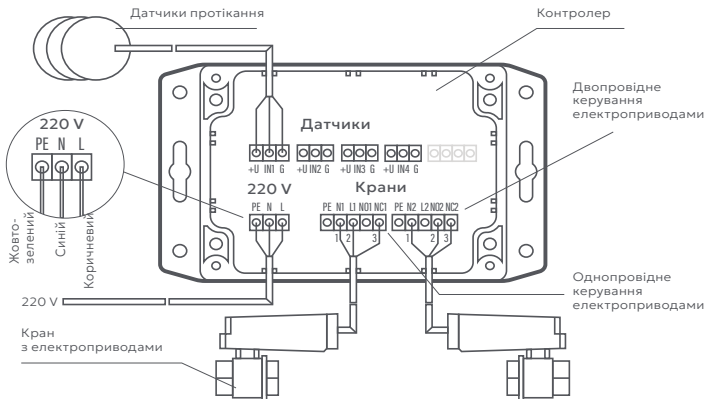

Рис. 1. Схема підключення контролера
Контролер передбачає підключення до чотирьох ліній із датчиками протікання води відповідно до схеми підключення (рис. 1).
Контролер передбачає підключення до двох ліній для кранів із електроприводом відповідно до схеми підключення (рис.1).
До контролера необхідно під'єднати електроживлення 220В відповідно до схеми підключення (рис.1).
4. Виконайте підключення датчиків протікання води згідно із схемою на (рис. 1).
5. Виконайте підключення кранів з електроприводом відповідно до схеми на (рис. 1).
6. Під'єднайте живлення контролера відповідно до схеми підключення (рис. 1).